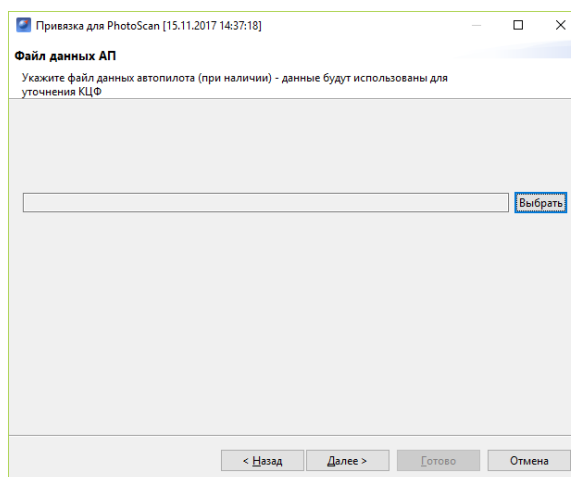

Рис. 120: Указание файла данных АП
6. При наличии файла лога автопилота, укажите файл данных, который будет использоваться для уточнения координат центров фотографирования полученных фотографий (рис. 120).